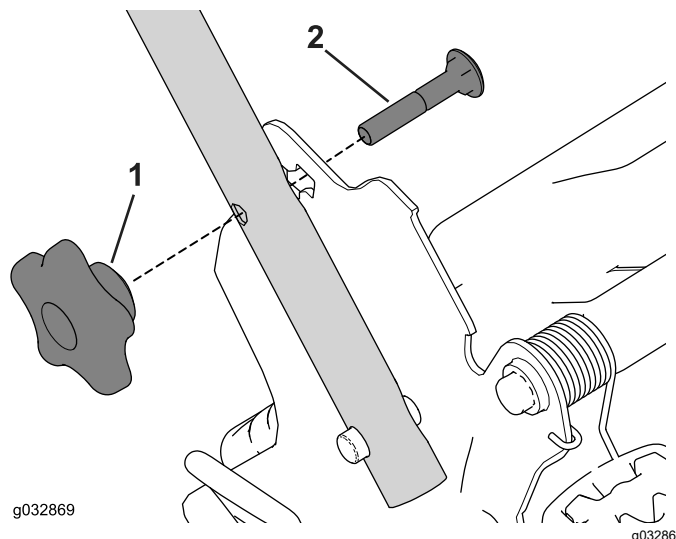

Figure 29
3. Insérez le boulon de carrosserie (la tête du boulon vers l'intérieur) dans le support de la poignée et dans le trou supérieur à l'extrémité de la poignée. Vérifiez que les bords carrés de chaque boulon de carrosserie s'engagent dans le trou carré supérieur ou inférieur du support de poignée correspondant (Figure 29).